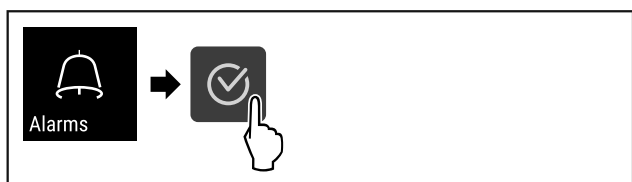

Fig. 108
- ▶ Udfør handlingstrinene (se Fig. 108) .